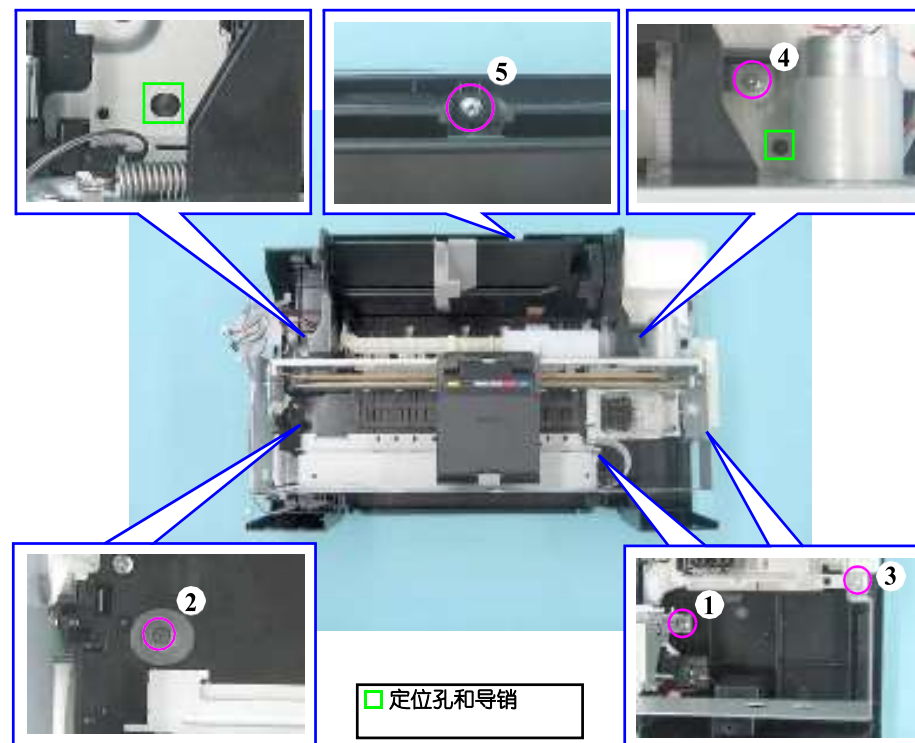

图1-44 卸下打印机机制 (3)
- 将定位孔与图1-44（第36页）中所示的导销（两对）对齐。
- 按照图1-44（第36页）中给出的顺序拧紧螺钉。